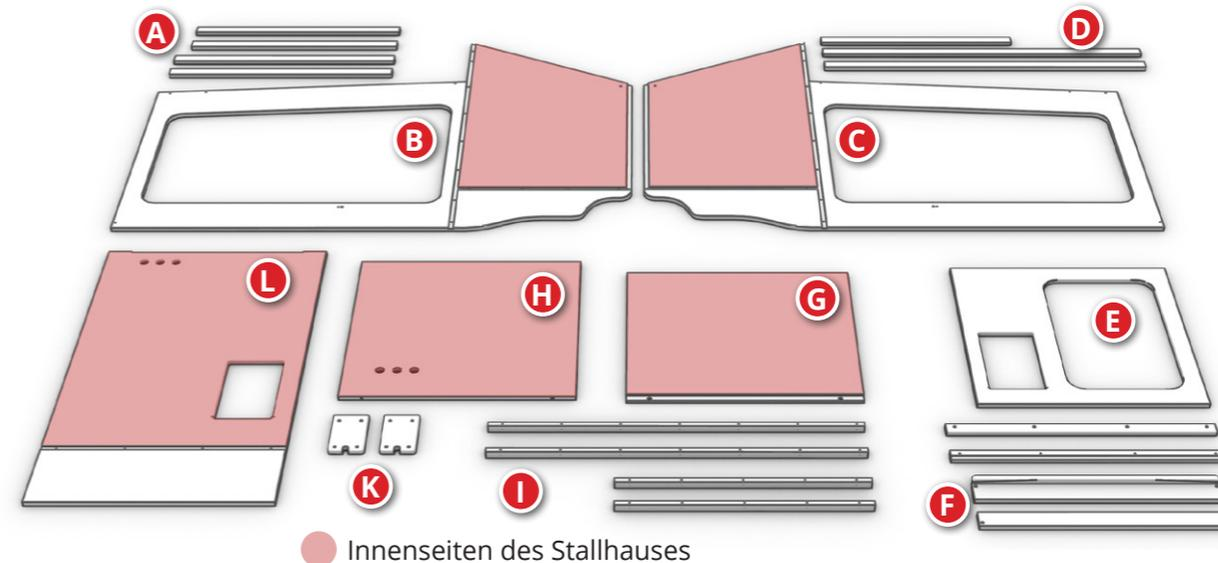

Abbildung 2: Holzteile des Bausatzes
STALLMACHER® lackiert den "Compact-Star" meist zweifarbig: Die Innenseiten des Stallhauses in Weiß und alle anderen Holzteile in der Wunschfarbe des Kunden (Wagenfarbe). Bei hellen Wagenfarben lackieren wir die Dachumrandungen aus optischen Gründen gerne auch in Schwarz. In Abbildung 2 sehen Sie die Holzbauteile des Bausatzes in Gruppen sortiert und wie Sie bei zweifarbiger Lackierung die beiden Seitenteile und die Frontplatte bereichsweise mit den zwei Farbtönen lackieren können. Grenzen für die Lackierung sind jeweils die Nuten in den Bauteilen. Achten Sie darauf, dass die Nuten frei bleiben, Farbnasen in den Nuten können später bei der Montage Probleme bereiten.
- B** Seitenteil rechts: Bereich der Innenseite vom Stallhaus in Weiß (in Abbildung 2 Rot dargestellt), der Rest in Wagenfarbe, der Falz hinten, in den später die Rückwand eingelegt wird, ebenfalls in Wagenfarbe
- C** Seitenteil links: Bereich der Innenseite vom Stallhaus in Weiß (in Abbildung 2 Rot dargestellt), der Rest in Wagenfarbe, der Falz hinten, in den später die Rückwand eingelegt wird, ebenfalls in Wagenfarbe
- L** Frontplatte: Bereich der Innenseite vom Stallhaus in Weiß (in Abbildung 2 Rot dargestellt), der Rest in Wagenfarbe, der Falz soll frei bleiben!